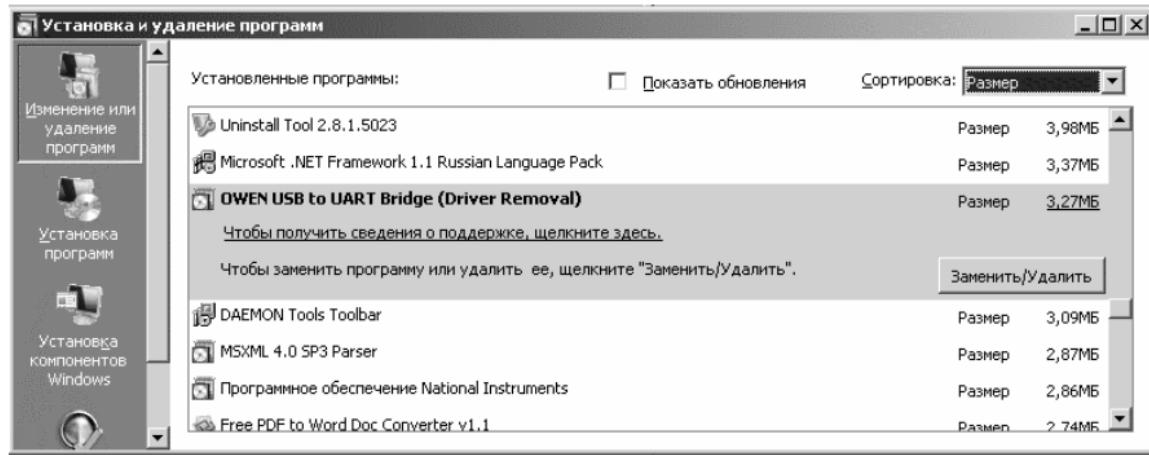

Рисунок 4.4 – Экранная форма установки и удаления программ
- в открывшейся экранной форме выбрать из списка программ «owen USB to UART Bridge» и нажать кнопку «Заменить/Удалить» (рисунок 4.4);